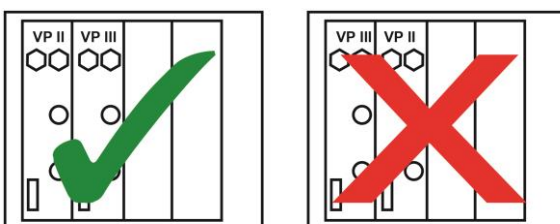

Fig. 3 Positions de mesure des modules ViscoPump II et III – Module dans AVS® 370
**⚠ L'AVS® 370 peut également être utilisé avec des modules ViscoPump II, l'ancienne génération de pompes ViscoPump. Un équipement mixte avec des modules ViscoPump II et III est également possible. Dans le cas d'un équipement mixte, il convient de noter que: Les modules ViscoPump II ne doivent être utilisés que sur les premières positions de mesure, c'est-à-dire dans les tiroirs à gauche des modules ViscoPump III (voir  Fig. 3). Si les modules ViscoPump ne sont pas placés dans le bon ordre, des erreurs de transmission se produisent lors de la communication RS!**